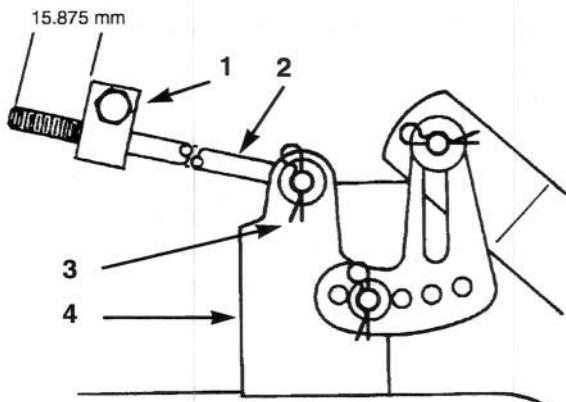

Fig. 51
- Misurare la lunghezza dell'asta che protrude davanti al blocco di regolazione, ai lati del telaio (Fig. 51). Se la lunghezza dell'asta non è di 15,875 mm, togliere la coppia a forcina e la rondella dall'estremità dell'asta (Fig. 51) e girare l'asta fino ad ottenere la dimensione di 15,875 mm. Inserire quindi il capo dell'asta nel foro dell'attacco del tosaerba, e fissare con la rondella e la coppia a forcina. Ripetere questa operazione dal lato opposto del tosaerba.